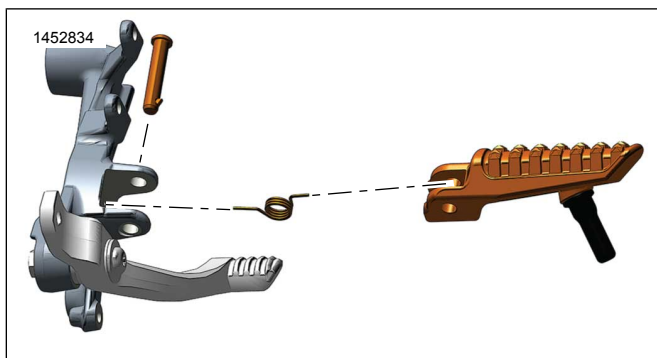
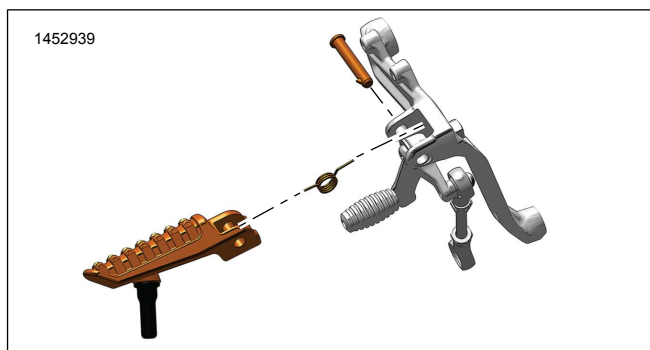

Figura 3. Pedal - Condutor - Lado direito
Figura 4. Pedal - Condutor - Lado Esquerdo
- a. Cobrir a mola de retorno do conjunto do pedal (B) com um pano.
- b. Ver Figura 3 ou Figura 4 . Puxando o conjunto de pedal para fora, retirar conjunto do apoio.